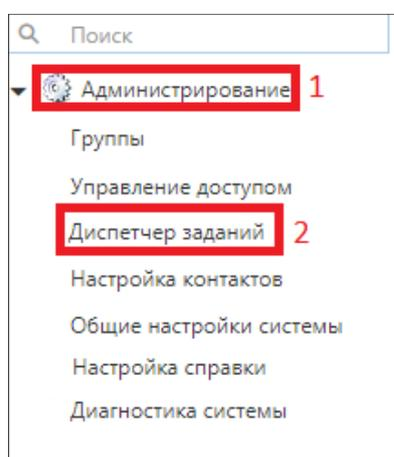

Рисунок 4.1.19 – Навигация подраздела Системы «Диспетчер заданий»
1. Раскройте модуль (1) «Администрирование» (рис. 4.1.19), перейдите в подраздел (2) «Диспетчер заданий» (рис. 4.1.19);